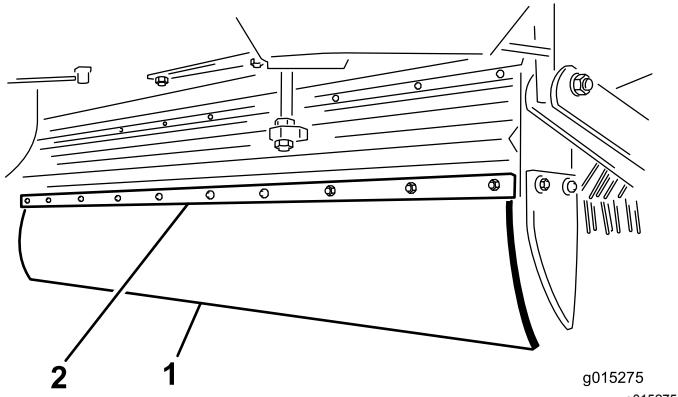

Bild 25
2. Entfernen Sie die zehn Schrauben, Scheiben und Muttern an der Befestigung für das Kehrblech und am Kehrblechhalter (Bild 25).